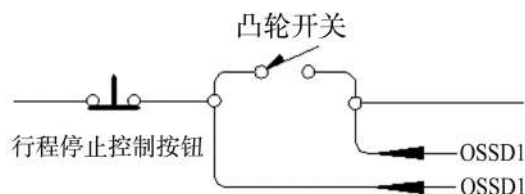

图 3.3 回程不保护通过 OSSD1 实现的接线图
B.回程不保护功能需要借助光电保护装置实现时,须将凸轮开关的一对常开触点与 OSSD1 并联,如图 3.3 所示。